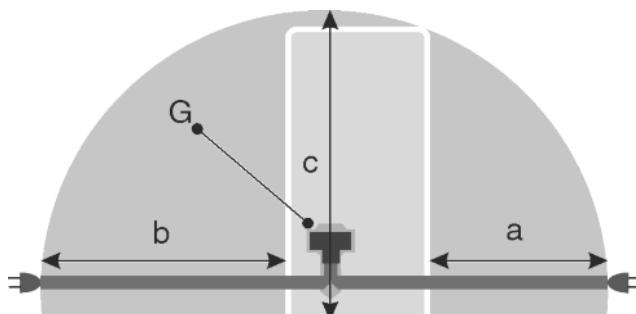

Fig. 27
- Utičnica se nalazi izvan područja bočne strane uređaja u navedenom području Fig. 27(a, b, c).
- Utikač uređaja Fig. 27(G) utaknite na stražnju stranu uređaja. Pripazite da ispravno uskoči.